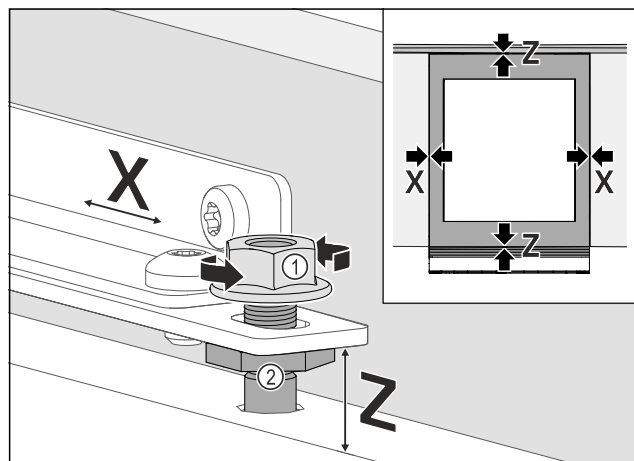

Fig. 77
- Allineare la porta del mobile sui lati: Allentare Fig. 77 (1) il controdamo, spostare la porta del mobile in direzione X.
- Serrare Fig. 77 (1) i controdamo.
- Allineare la porta del mobile all'altezza Z e all'inclinazione laterale: Regolare Fig. 77 (2) i bulloni di registrazione.